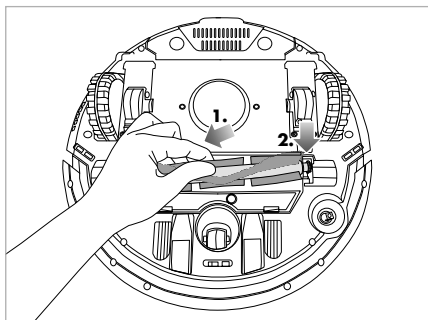

Fig. 18
- 3) Para volver a insertar el rodillo de cepillos **31**, colóquelo primero en el soporte izquierdo y, tras esto, deje que encastre en el soporte derecho (consulte la fig. 18).